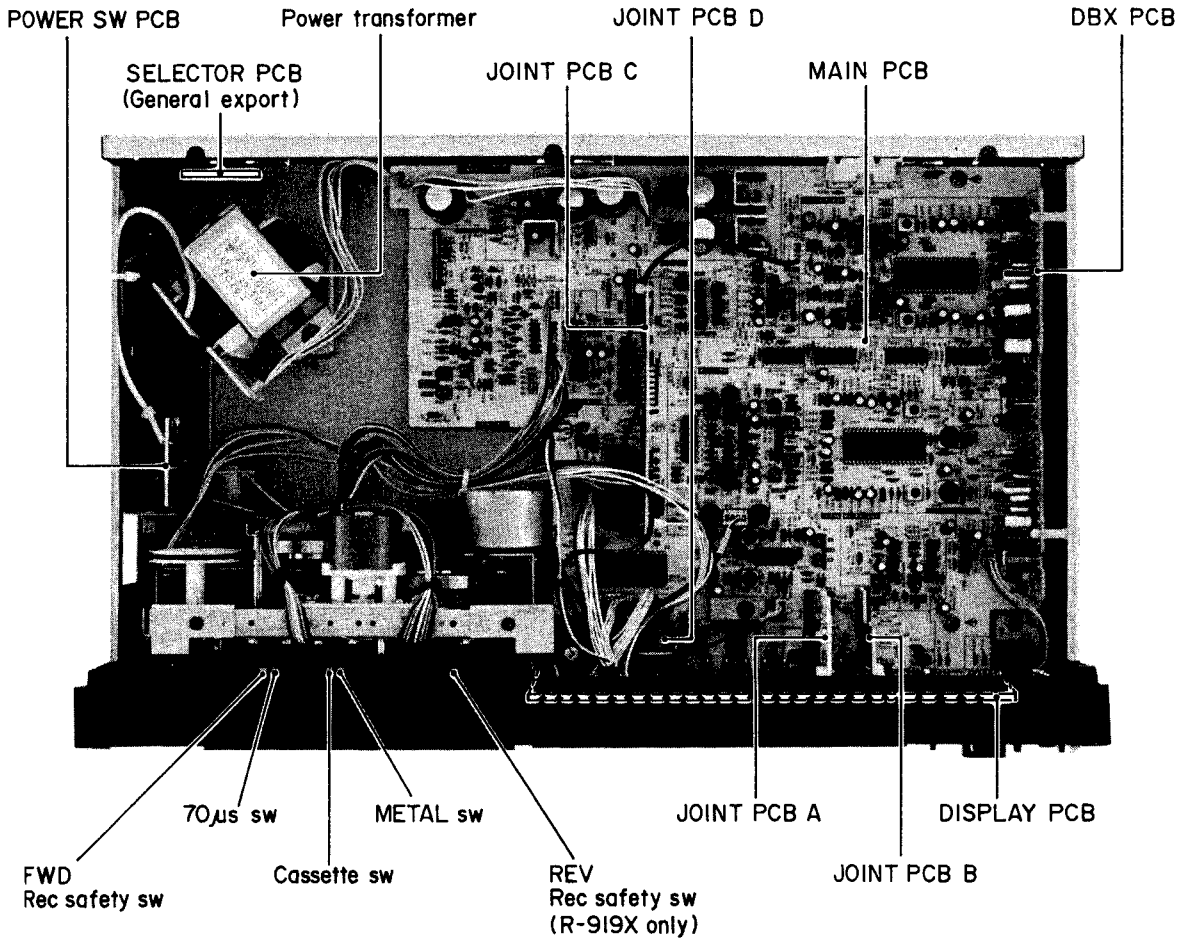

Fig. 3-1 Top view 上面図
1. Press the cassette switch (see Fig. 3-1) up to set the deck to the playback mode.
1. カセット・スイッチ (Fig. 3-1 参照) を上方に押し、プレイ・モードにする。